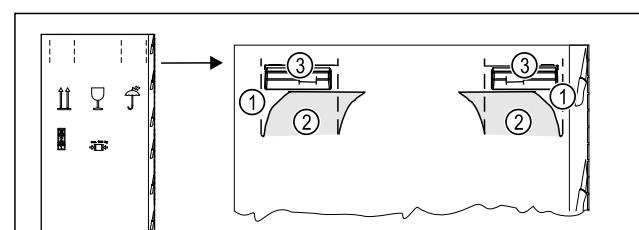

Fig. 3
- Verpackungskarton oben an der Perforierung Fig. 3 (1) eindrücken.
- Eingedrückte Taschen Fig. 3 (2) herausziehen.
- Tragegriff Fig. 3 (3) rechts und links ist sichtbar.
- Gerät an den Tragegriffen Fig. 3 (3) halten.